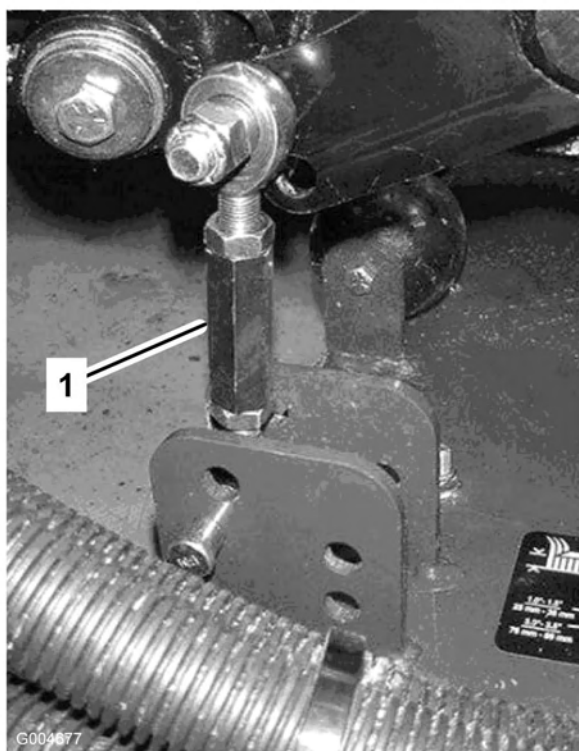
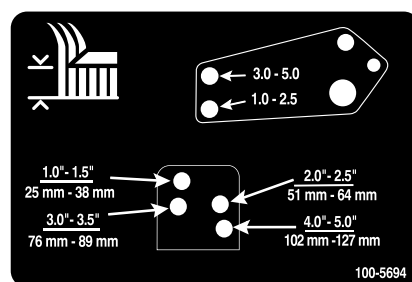

Figura 22
Figura 23
8. Retire os contrapinos tipo grampo e os pinos de segurança que fixam os elementos de ligação do amortecedor aos suportes da unidade de corte (Figura 22). Alinhe os orifícios do elemento de ligação do amortecedor com os orifícios da altura de corte desejada na estrutura da unidade de corte (Figura 23) e monte os respectivos pinos de segurança e contrapinos tipo grampo.